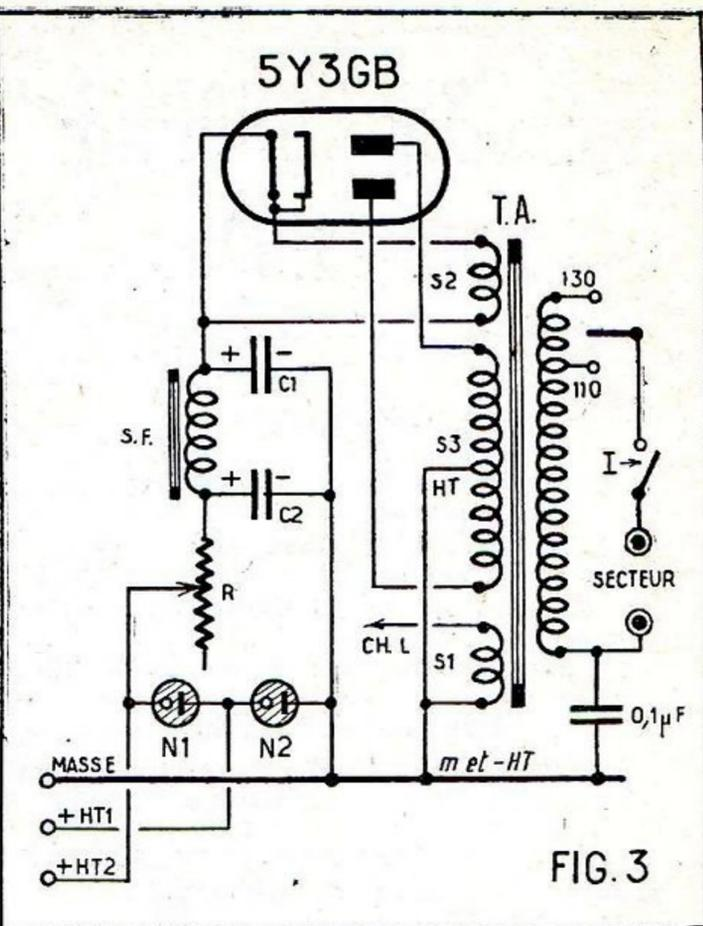

FIG. 3
La figure 3 montre le schéma utilisé. Redressement des deux alternances par une valve 5Y3-GB, filtrage par self L et capacités C1-C2. Une résistance série R permet d'ajuster le débit.
- Condensateurs de filtrage (voir figure 3).
R (fig. 3) = 50.000 Ω bobinée 50 W.
Self de filtrage (voir figure 3) 25 H. 150 mA. G : milli 150 mA. Diviseur au néon genre stabilivolts.